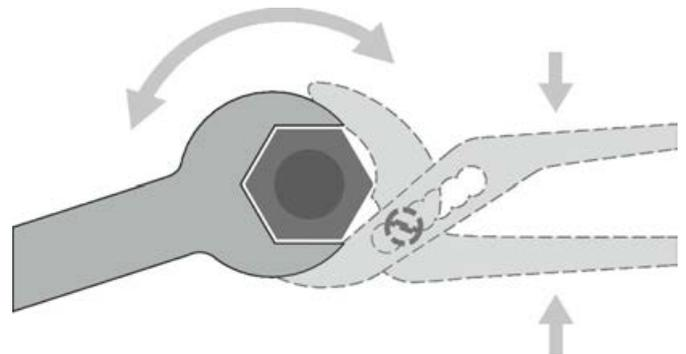

Abb. 34: Mit Rohrzanze gegenhalten
1. ▶ Den Gewindeanschluss des Wärmeübertragers mit einer Rohrzanze (Abb. 34 /2) fixieren.
2. ▶ Den Wärmeübertrager unter permanentem Gegenhalten des Gewindeanschlusses mit einem Sechskantschlüssel (Abb. 34 /1) an den bauseitigen Anschluss anschließen.